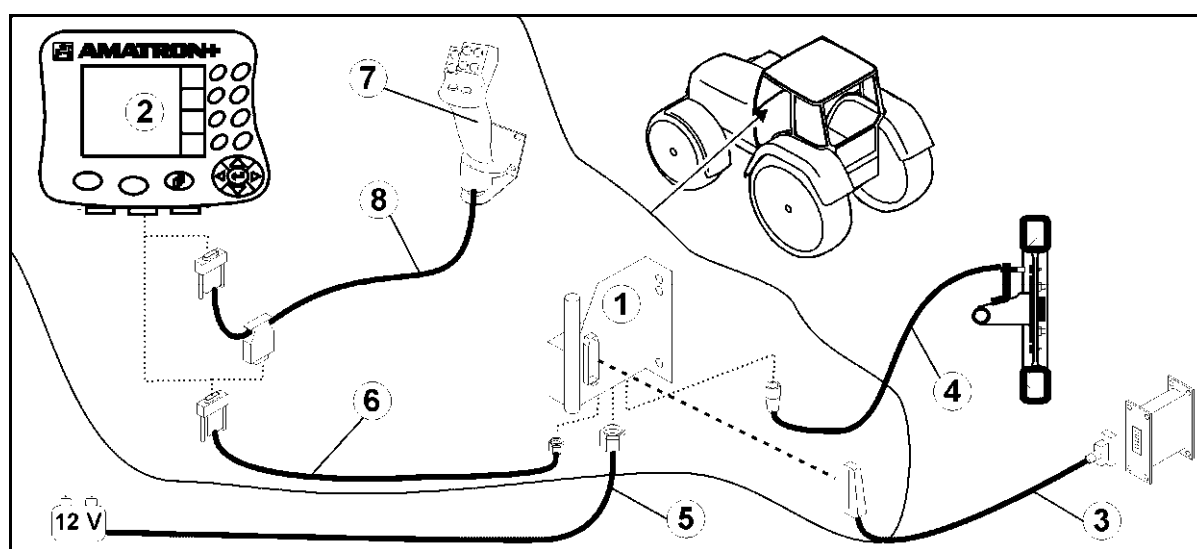
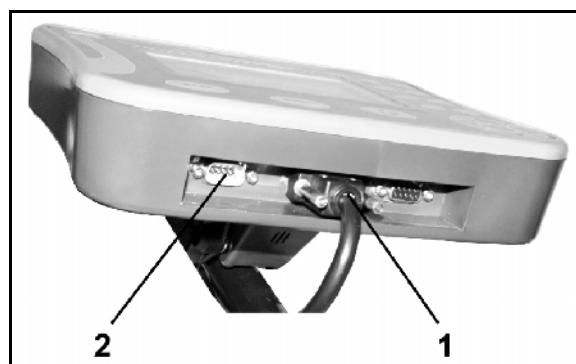

Fig. 1
Fig. 2
- Traktorens basisudstyr (Fig. 1/1) (konsol med fordeler) skal monteres svingningsfrit og elektrisk ledende på kabinen i syns- og gribeområdet til højre for føreren.
- Batteritilslutningskabel (Fig. 1/5).
- Signalkabel til stikdåsen til traktorsignalet eller vejstrækningssensoren (Fig. 1/4).
- Forbindelseskabel til AMATRON⁺ (Fig. 1/6).
- Monter AMATRON⁺ (Fig. 1/2) på traktorens basisudstyr.
- Sæt forbindelseskablets stik (Fig. 1/6) i den midterste 9-polede sub-D-bøsning (Fig. 2/1).
- Slut ved hjælp af maskinstikket (Fig. 1/3) maskinen til AMATRON⁺. Multifunktionsgrebet (Fig. 1/7) tilsluttes via et Y-kabel (Fig. 1/8).
- Det serielle interface (Fig. 2/2) gør det muligt at tilslutte en PDA.